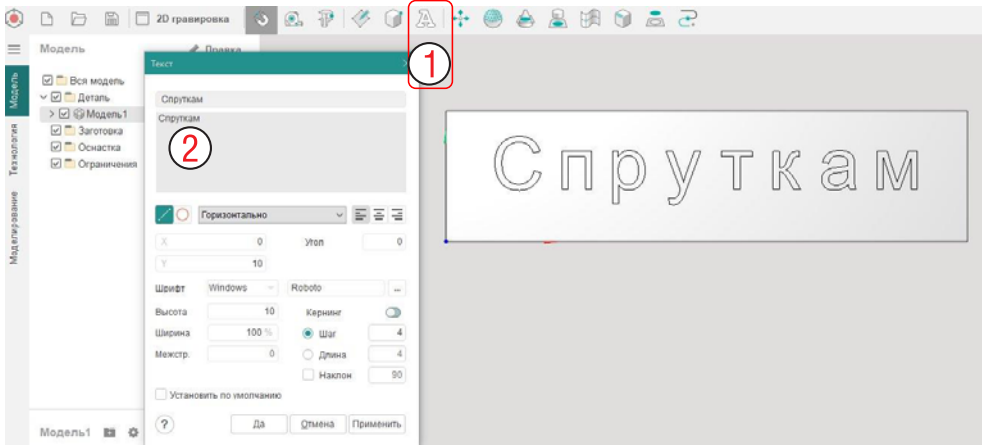

Рис. 5-28. Создание текста для гравировки.
Установите вид сверху. Создайте текст с помощью команды **Текст** (1 на рис. 5-28). В появившемся диалоговом окне задайте текст «Спруткам» (2). Параметры текста задайте так, чтобы текст вписывался в наш брусок. Нажмите **Да**, чтобы создать текст и закрыть окно.